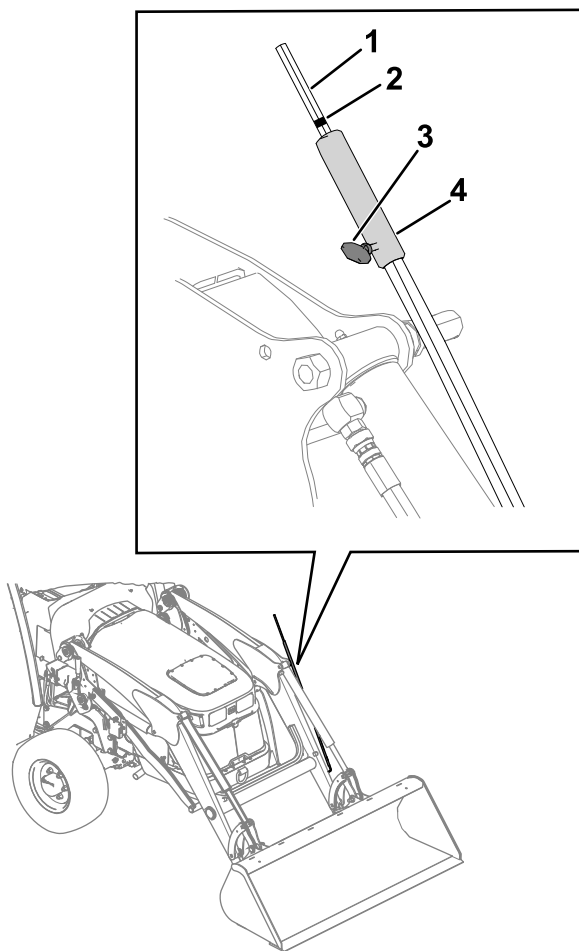

図 60
ローダを使用する時、レベル表示器 図 60で、自分からローダまでの距離を知ることができます。他のアタッチメントを使用する時には表示器をそれらに合わせて調整することができます
2. アタッチメントレベルインジケータ 図 60がオペレータから見えるようにする。